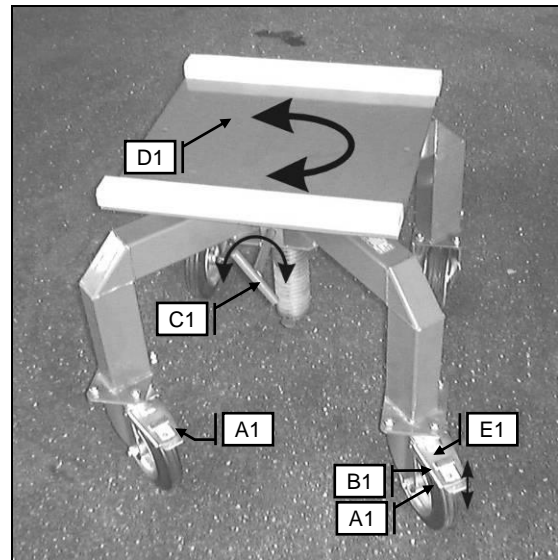

Abbildung 5.1 – Drehbock Star
- Zuerst prüfen, ob die zwei Totalfeststeller [Abb. 5.1; A1] des Drehbocks Star auf Stopp gestellt sind und ob die Feststellschraube [Abb. 5.1; C1] für die Arbeitshöhe angezogen ist.
- Die Feststellschraube [Abb. 5.1; C1] dient als Klemmung, damit sich die Auflagefläche bei der Bearbeitung nicht dreht. Sollte es der nächste Arbeitsschritt erforderlich machen, die Feststellschraube einfach kurz lösen und die Auflagefläche entsprechend drehen.
- Kontrollieren Sie, ob die zwei Lenkrollen [Abb. 5.1; D1] des Drehbocks Star nach außen gedreht sind, wie in der Abbildung 5.1 ersichtlich.